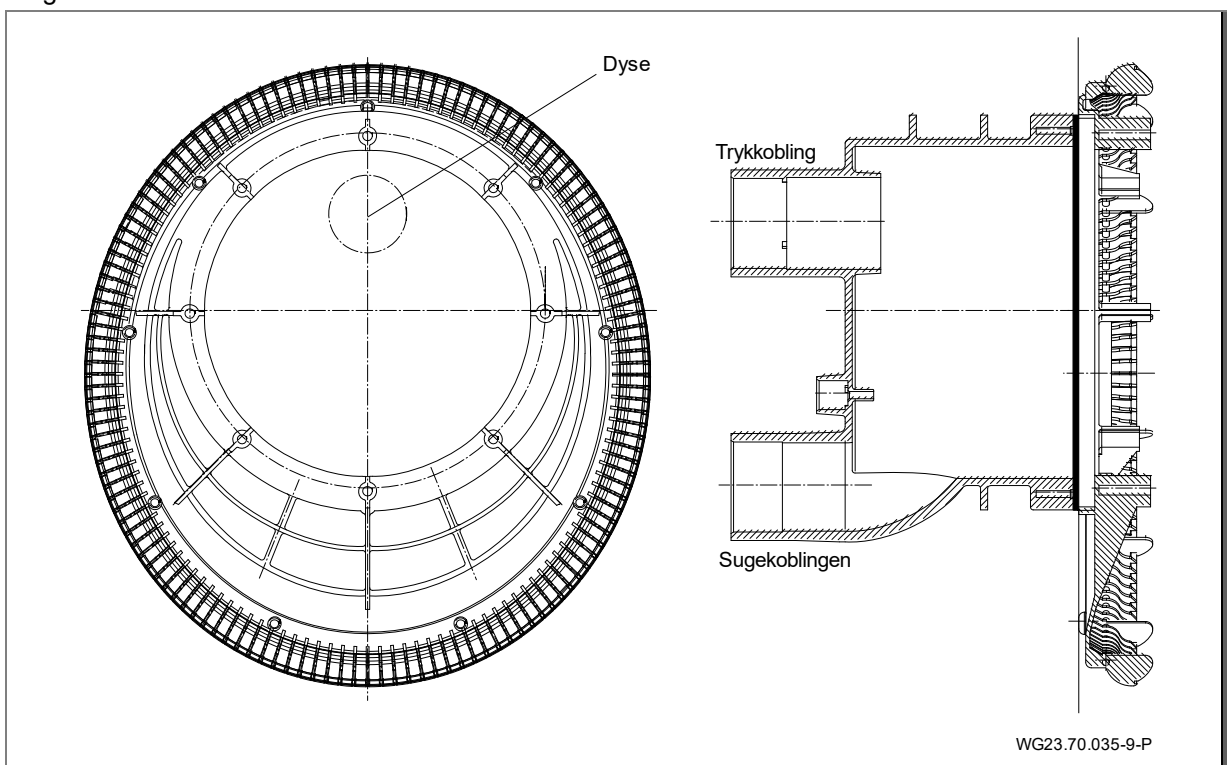
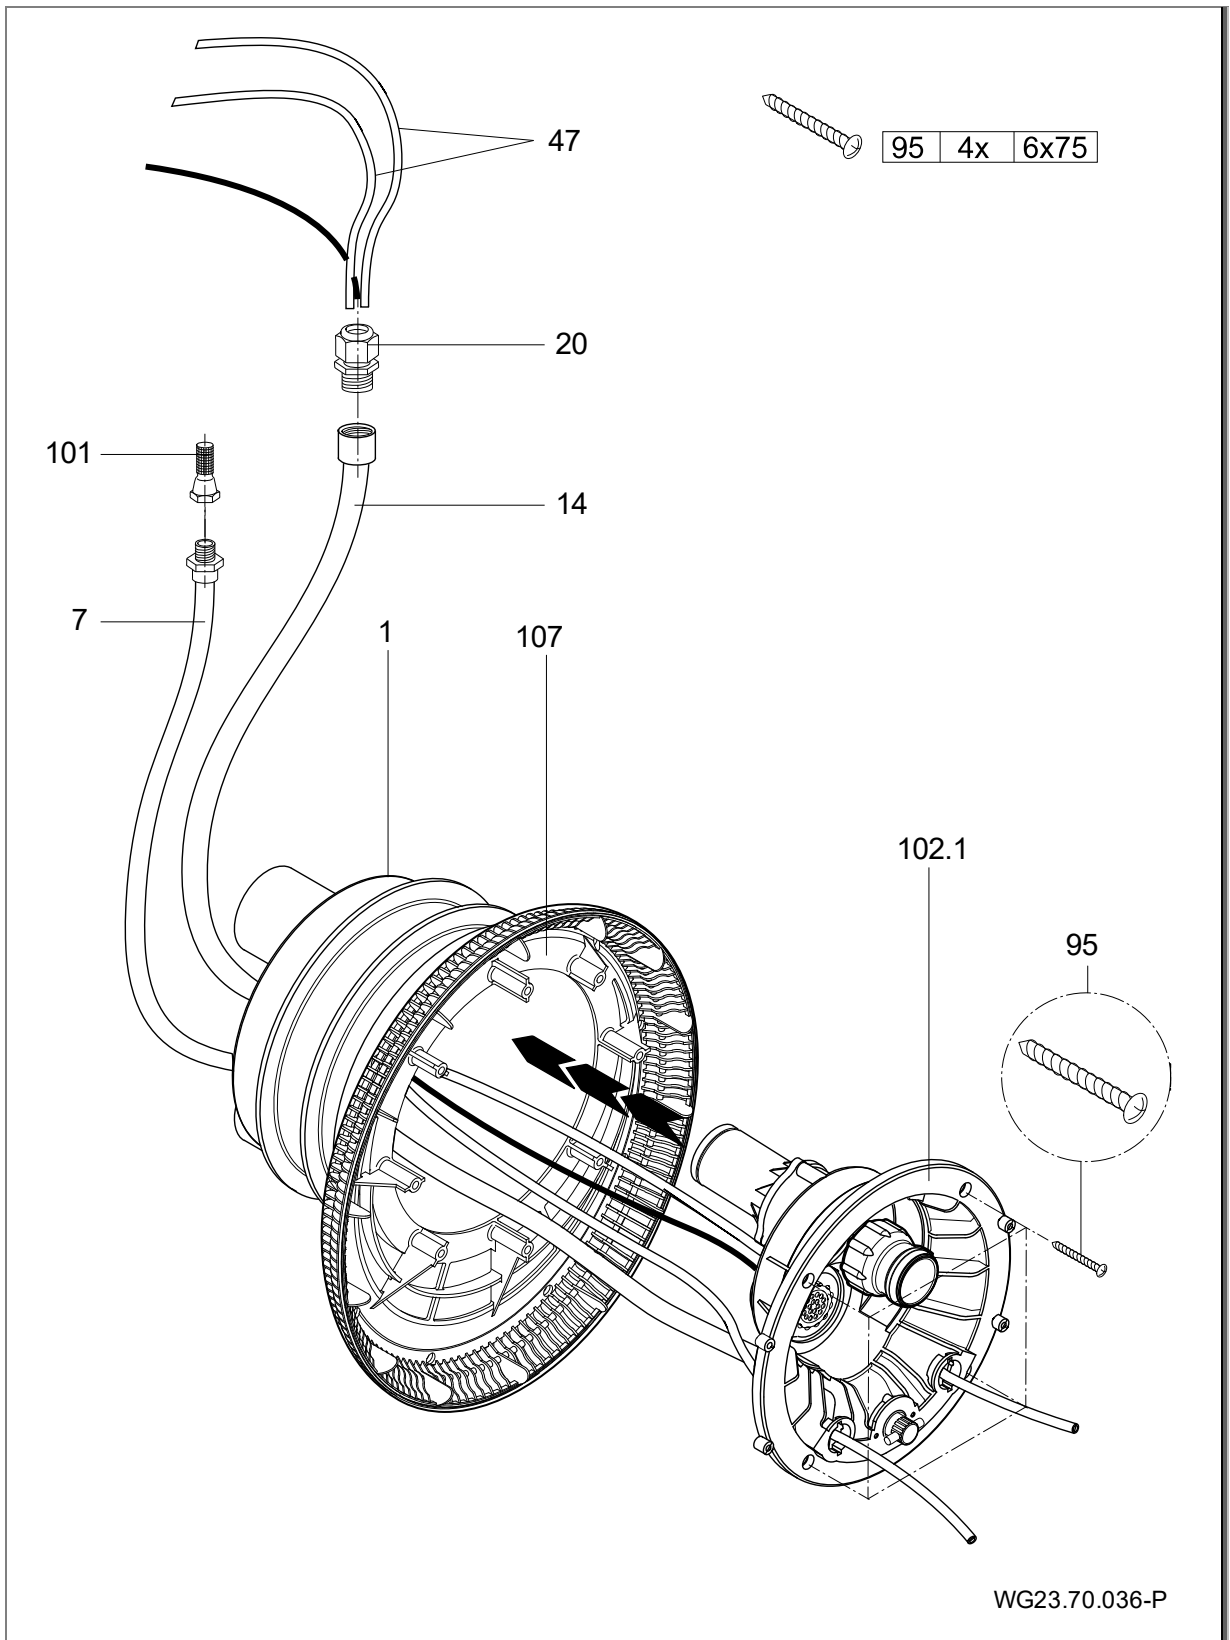

Fig. 17
Fig. 18
2. Sett innsugningshus (107) på spennringen. Pass på monteringsposisjon. (Fig. 17)
3. Sett dysehuset (102.1) på innbyggingshuset (1).
4. Før pneumatikkslanger og kabelen til lyskasteren gjennom verneslangen (14) og tett av med kabelskrukoblingen (20).
5. Fest luftledningen med klemmen (8) på den fabrikkmonterte luftregulatoren (21).
6. Fest dysehuset (102.1) med fire gjengeskruer (95) på innbyggingshuset. (Fig. 18)